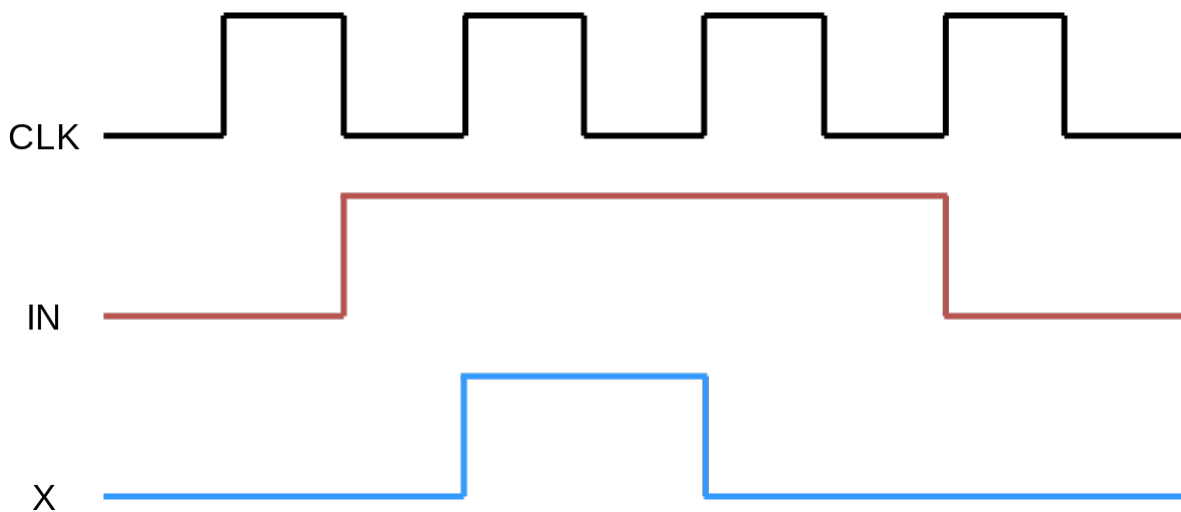

FIGURE 1 – Générateur de pulsion à partir d'un signal de bouton
- Génération de pulsion unique : le deuxième problème se manifeste dans l'exemple de la figure 1. Lorsque nous appuyons sur un bouton, le temps du pressage est généralement plus long qu'une période d'horloge (puisque nous travaillons avec une horloge de large fréquence (100MHz)). Le système que nous allons implémenter va voir en entrée une séquence de '1' et puisqu'il est sensible à l'horloge, il va agir à chaque activation de l'horloge.